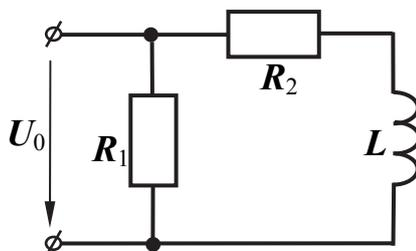

Рис. 19.3
3. В электрической цепи вместо конденсатора включить индуктивность, как показано на рис. 19.3. Выполнить все задания аналогично п. 2.